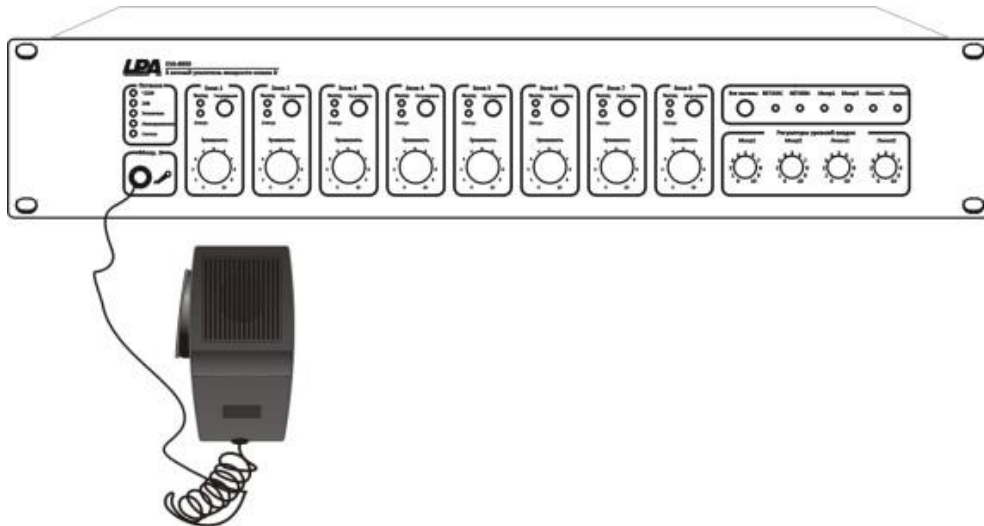
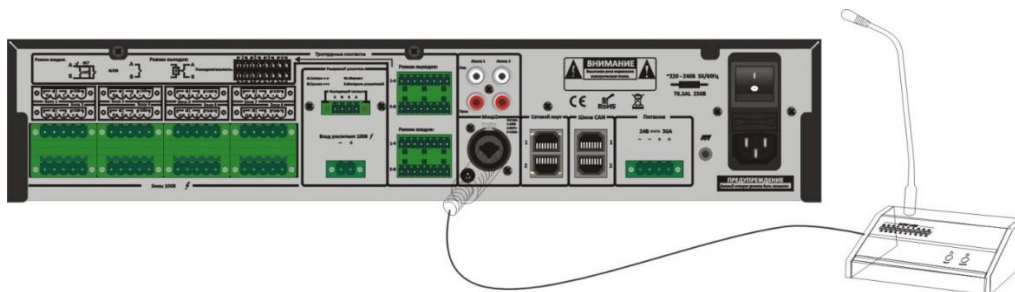

Рис. 4.2. Схема подключения микрофона для экстренных сообщений к разъему «Микр. 1» на лицевой панели усилителя мощности LPA-EVA-8500
Рис. 4.3. Схема подключения основного микрофона к разъёму «Микр. 2» на задней панели усилителя мощности LPA-EVA-8500
1. Подключите микрофоны к разъемам «Микр. 1» или «Микр. 2», как показано на Рис. 4.2 и Рис. 4.3, усилитель мощности автоматически определит получаемый аудиосигнал.